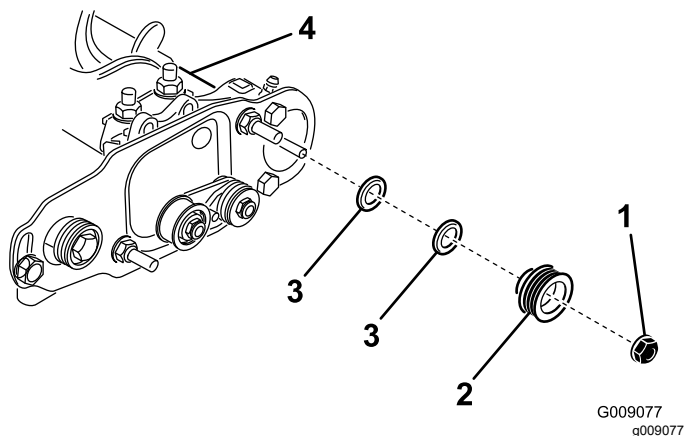

Figura 23
3. Retire a porca de retenção que fixa a polia acionada ao veio da escova (Figura 22 ou Figura 23).
4. Retire a polia acionada do veio (Figura 23).
5. Se a polia necessitar de sair mais, adicione uma anilha de 0,8 mm de espessura (Figura 23).